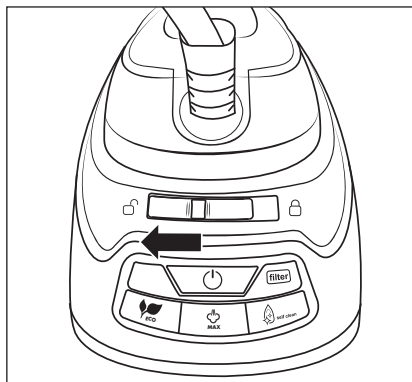

Fig. 4
① Remarque
- Durant le chauffage, placez toujours le fer à repasser à vapeur ① sur la surface de pose ⑰.
- Une fois allumé, le fer à repasser à vapeur ① chauffe par défaut en mode de fonctionnement normal **MAX** ②. Appuyez sur la touche **ECO** ⑬ pour passer en mode économie d'énergie (voir aussi le chapitre **Mode économie d'énergie**).
- Déroulez le flexible d'alimentation ⑯ et le cordon d'alimentation ⑨ et branchez la fiche secteur dans une prise secteur.
- 2) Déverrouillez le fer à repasser à vapeur ❶ en faisant glisser le bouton de verrouillage ❶⁵ vers la gauche en direction ☐ (déverrouillé) (voir fig. 4).